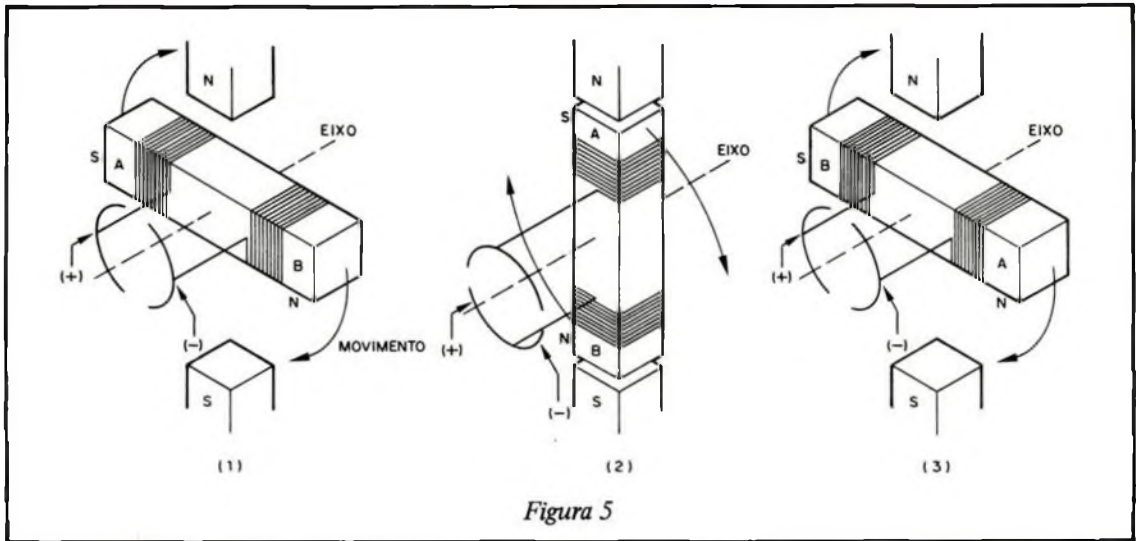

Figura 5
Partimos então da situação inicial, mostrada em (1) na figura 5.